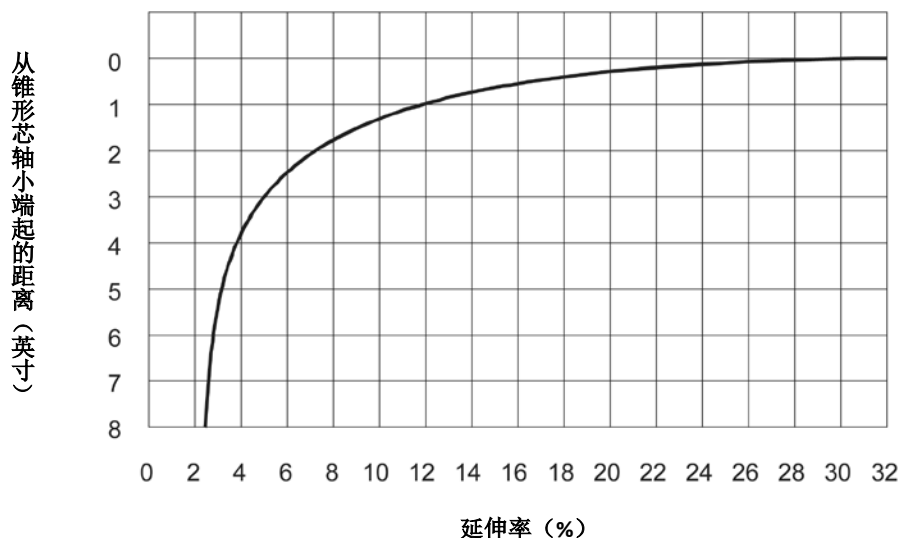
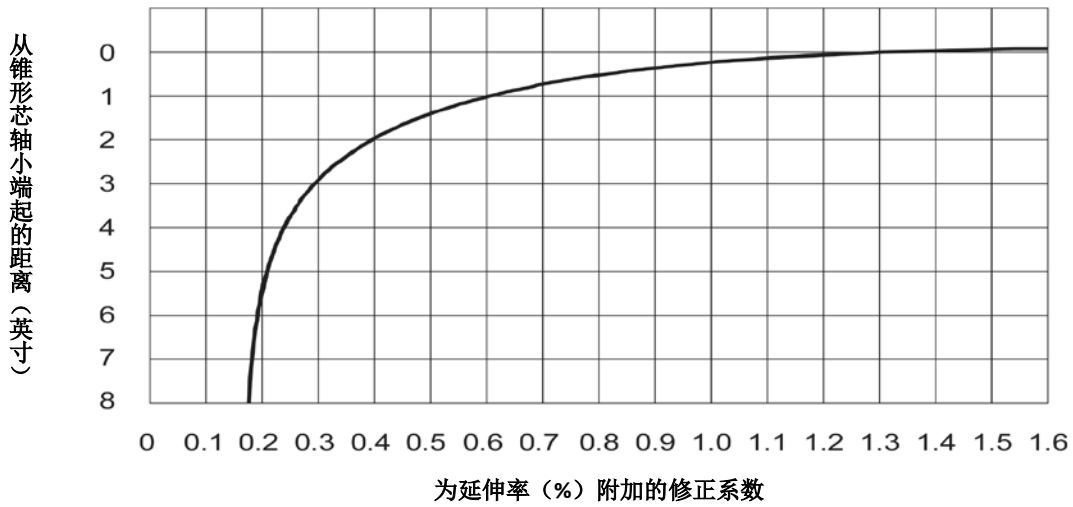

图2: 沿着锥体的距离和对应的芯轴尺寸与涂覆于冷轧钢材上的厚度为0.8 mm (1/32 in.) 涂层试样的延伸率关系
图3: 不同涂层厚度对应的修正值
5.1 如有必要，从图2的绘制曲线上可确定涂层的延伸率。该曲线代表了涂层厚度为1.0 mil 的情况下延伸率和锥形芯轴直径的关系。
5.2 通过图3得到的修正值，就不同的涂层厚度而调整从图2获得的延伸率值。
假定的情况是: 对已经弯曲的冷轧钢试样的 0.8 mm (1/32 in.) 涂层进行外观检查表明, 涂层第一道裂纹的端部距离锥体小端是 75 mm (3in.)。从图 2 根据所测得的裂纹距离, 确定出薄膜的延伸率, 在本例下为 5.2%。为了就涂层厚度进行修正, 应附加图 3 得到的数值。在裂纹距离为 75 mm (3in.) 的情况下, 每 25 μ m (1 mil) 涂层厚度的修正值是 0.3%。如果在本例子中薄膜厚度是 50 μ m (2 mil), 实际的延伸率就是 $5.2 + (2 \times 0.3) = 5.8\%$ 。